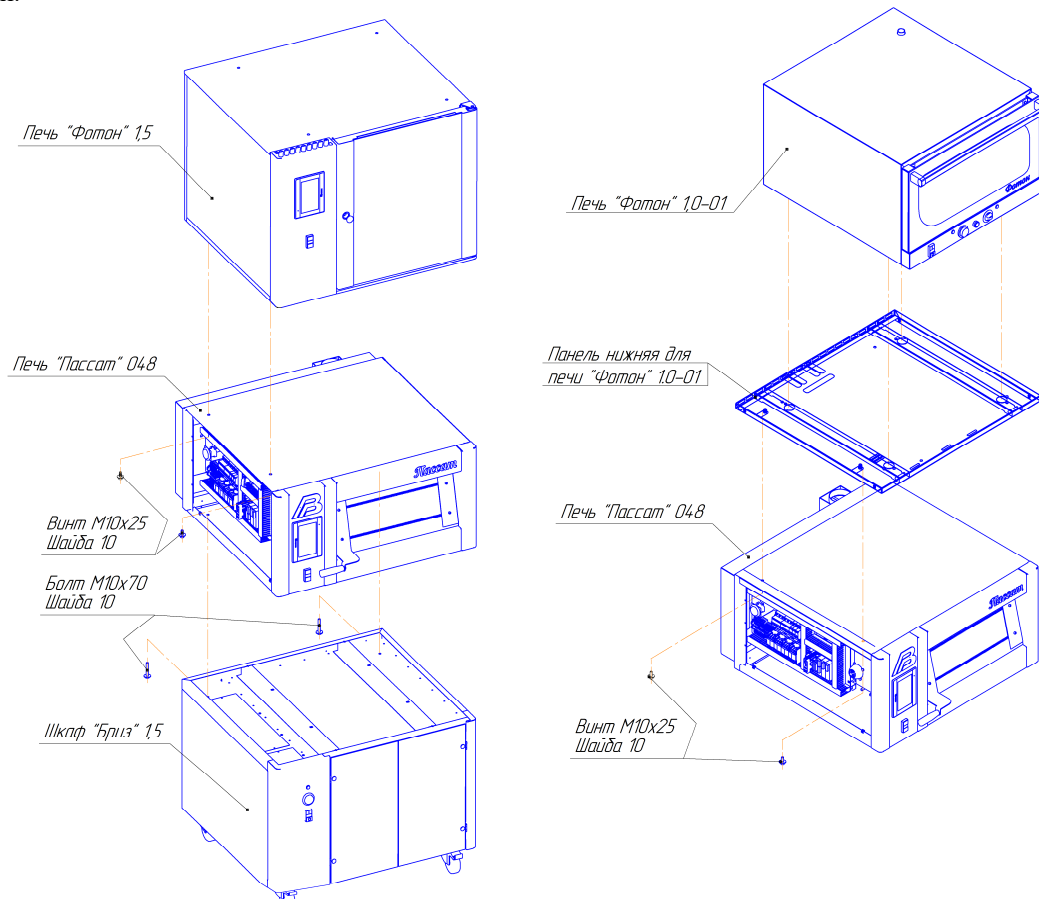

Рисунок 8 - Схема соединения печей в ярусы на подставке
6.2.4 Схема соединения печи приведена на рис.8.